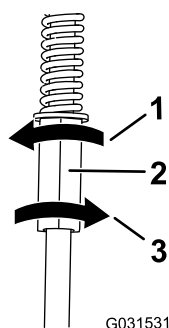

図 57
4. 左側のコントロールロッドを 1/4 回転ずつ回して、直進できるまで少しずつ調整を進める **図 57**。